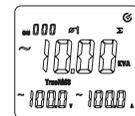

图9-2
- 若需要测量三相总功率，需按“Σ”键，如图9-2，将第一相位的当前测量值进行功率求和存贮。